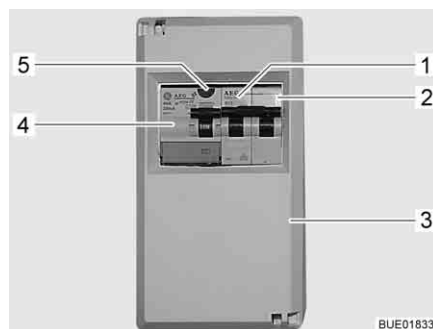

Bild 154 230-V-Sicherungskasten mit Leitungsschutzschalter und FI-Schalter
Ein Fehlerstrom-Schutzschalter (FI-Schalter) (Bild 154,4) im Sicherungskasten (Bild 154,3) sichert das gesamte Fahrzeug gegen Fehlerstrom (0,03 A) ab.
Der nachgeschaltete Leitungsschutzschalter (10 A) (Bild 154,2) sichert die 230-V-Steckdosen, das Stromversorgungsgerät, das Zusatz-Ladegerät und den Kühlschrank ab.
Bei Fahrzeugen mit Sonderausstattung, z. B. einer Klimaanlage, sichert ein zusätzlicher Leitungsschutzschalter (16 A) (Bild 154,1) das Gerät ab.
- Wenn das Fahrzeug an die 230-V-Versorgung angeschlossen ist, die Prüftaste (Bild 154,5) drücken. Der Fehlerstromschutzschalter (FI) muss auslösen.